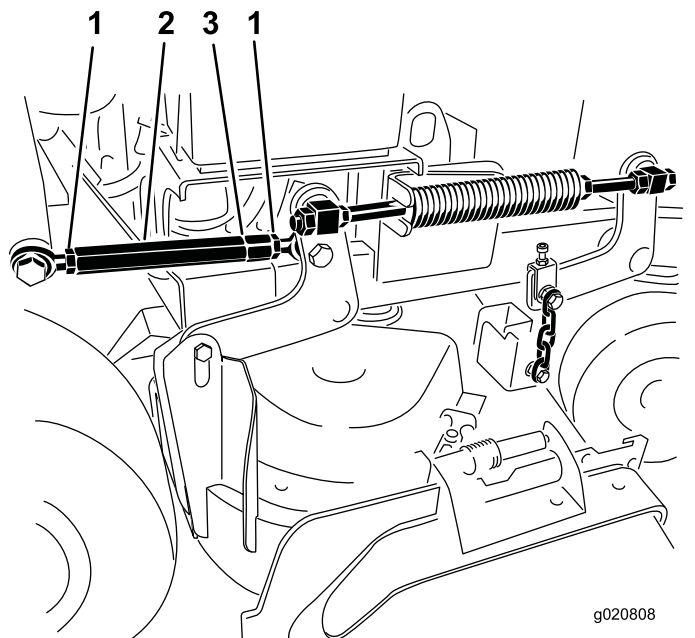

Figura 86
- Afloje las contratuercas en ambos extremos del tensor (Figura 86).
Nota: El extremo del tensor con la muesca tiene roscas a izquierdas (Figura 86).